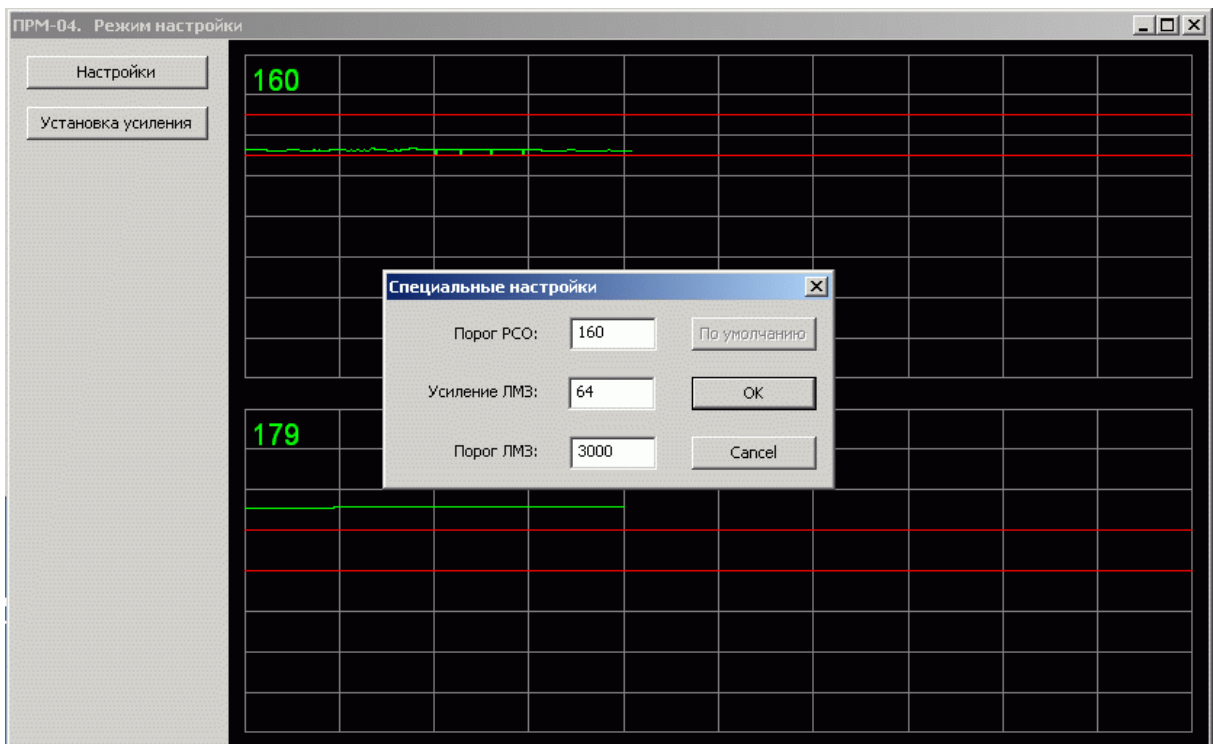

Рисунок 2.6 – окно «Настройки»
2.7.10. В правой части окна «Режим настройки» доступны две кнопки: «Настройки» и «Установить усиление». В окне «Настройки» (рис. 2.6) устанавливается чувствительность РСО и ЛМЗ.